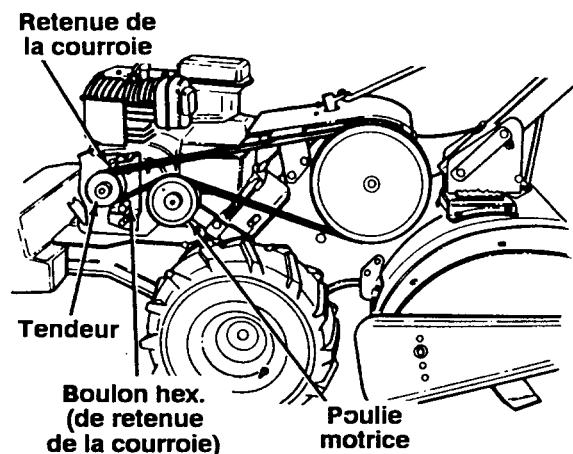

FIGURE 21
3. Enlevez le boulon hex. (de retenue de la courroie) situé en dessous de la poulie motrice. Voir la figure 21.
**REMARQUE:** Lors du remontage, vérifiez que la courroie passe au-dessus de la poulie du tendeur et entre les dispositifs de retenue près de la poulie du tendeur. Voir la figure 21.